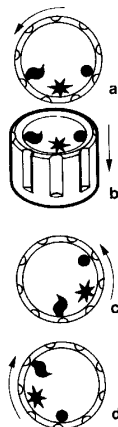

Fig. 10
4.02 Accensione della caldaia (fig. 10 e 11)